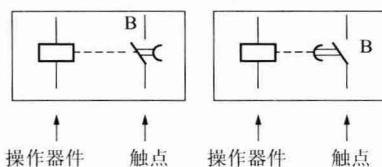

图 8 延时闭合的动合触点
(3) 时间性触点。操作器件(线圈)得电动作时,附属的触点按照设计(整定)的时间闭合或断开,这样的触点称为时间性触点。整定的时间长短可以调节。
① 延时闭合的动合触点。操作器件(线圈)得电吸合时,附属的动合触点不能立即闭合,必须到整定时间触点才能闭合,这样的触点称为延时闭合的动合触点。其图形符号如图 8 所示。电工平时交流时,将其简称为“延合瞬断动合触点”。